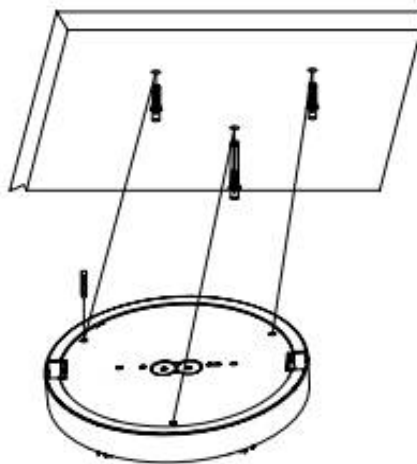

Рисунок 5- Установка светильника серии ДБО96
5.5 Закрепите светильник на опорной поверхности при помощи саморезов с плоской головкой с шайбами (рисунок 5).